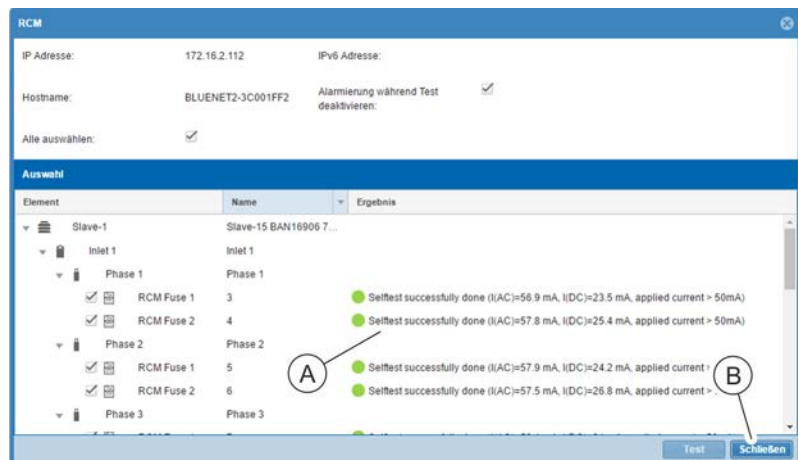

Abb. 208: Fenster "RCM"
6. Ergebnis des RCM-Selbsttests überprüfen (Abb. 208/Ⓐ).
7. Fenster "RCM" über die Schaltfläche „Schließen“ (Abb. 208/Ⓑ) verlassen.